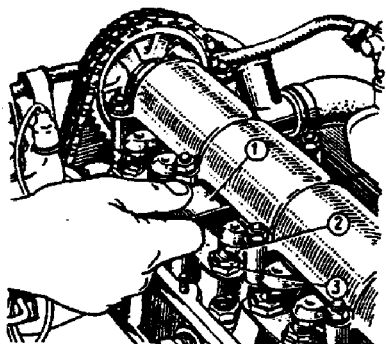

Fig. 2-55. Ajuste da folga das válvulas: 1 - calibrador A.95111; 2 - parafuso de ajuste; 3 - contraporca.
3. Inserir, entre a alavanca da válvula e came da árvore de comando, o calibrador plano A.95111, de 0,15 mm de espessura, e girar o parafuso de ajuste de modo a ajustar a folga (fig. 2-55). O ajuste estará correto se, após o aperto da contraporca, o calibrador possa ser inserido com uma pequena pressão.